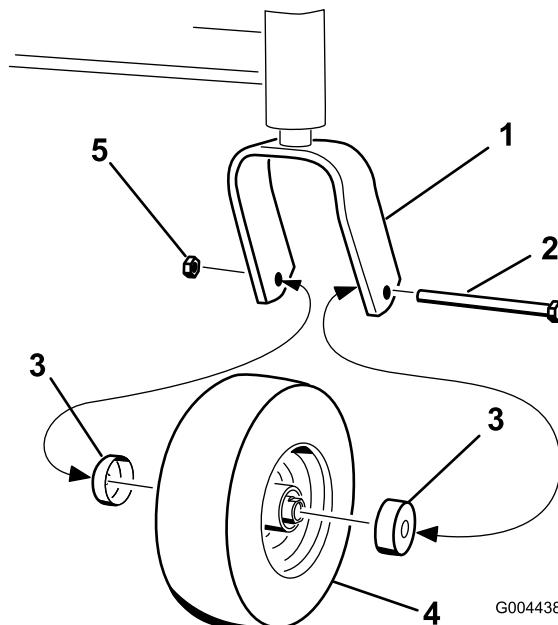

Bild 26
4. Entfernen Sie die Mutter und Schraube, mit denen das Laufrad an der vorderen Laufradgabel befestigt ist (Bild 26).
5. Entfernen Sie die Dichtungsabdeckung von der Radnabe (Bild 26).
17. Setzen Sie die Dichtungsabdeckungen auf die Radnaben auf und setzen Sie das Rad in die Laufradgabel (Bild 26).
18. Setzen Sie die Laufradschraube ein und ziehen Sie die Mutter fest (Bild 26).